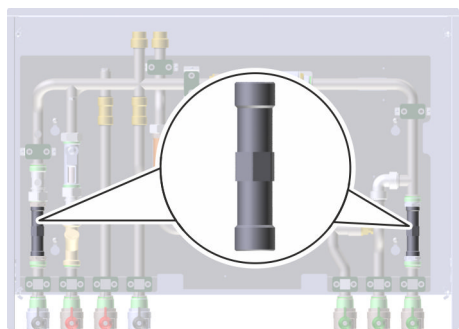

Abb. 43: Passestück
3. ➤ Verschraubung des Passestücks (Abb. 43) mit einem Rollgabelschlüssel lösen und entfernen.